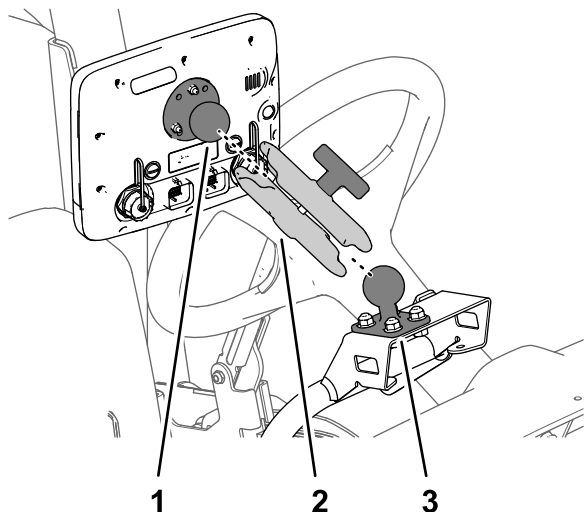

図 165
4. オペレータが着席した状態でモニタを見ることができるようモニタの角度を調整し、モニターアームのノブを手締めする 図 165。
3. モニタのボールフィッティングと車体のボールマウントを、モニターアームにセットする 図 165。